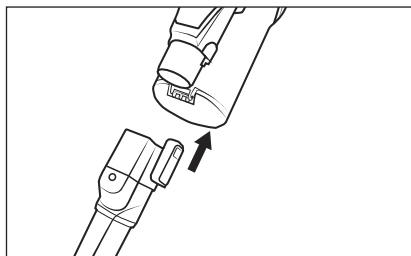

Fig. 14
- ♦ Faites glisser l'accessoire sur le tube d'aspiration 24 ou sur l'orifice d'aspiration de l'appareil jusqu'à ce qu'il s'enclenche de manière audible avec un bruit de clic (voir fig. 14). Veillez à ce faisant à respecter la bonne position du verrouillage.